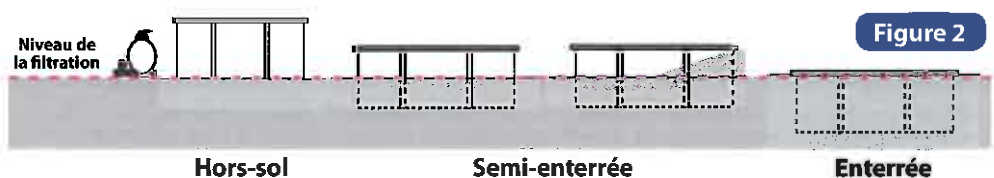

Figure 2
- Découpez votre terrain selon la forme de votre bassin et figure 2. (tolérance 1 cm sur la plus grande diagonale).